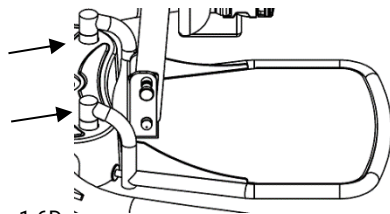

Fig. 1.6D
3. Monter fodpladen i de tilsvarende huller på basen. (Fig. 1.6D).